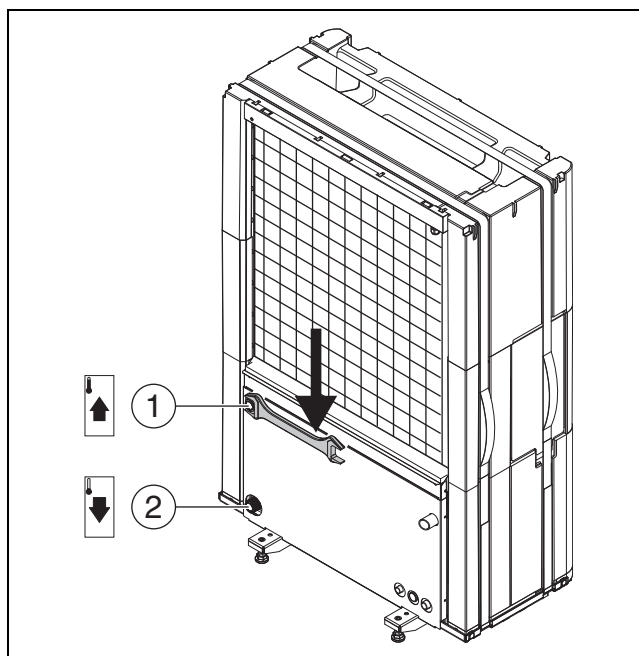

Fig. 18 Tilslutning af varmebærrørene, gælder for alle størrelser
- Tilslut fremløbet til indendørsenheden på varmepumpens varmebærerudgang (→ [1], fig. 18).
- Tilslut returløbet fra indendørsenheden på varmepumpens varmebærerindgang (→ [2], fig. 18).
- Tilspænd tilslutningerne til varmebærrørene med et tilspændingsmoment på 120 Nm. Led kraften nedad (→ fig. 18) for at undgå en sideværts belastning af kondensatoren. Hvis ikke tilslutningen er tilstrækkelig tæt, kan forbindelsen tilspændes med et tilspændingsmoment på op til 150 Nm. Hvis tilslutningen stadig ikke er tæt, tyder dette på en beskadigelse af pakningen eller det tilsluttede rør.